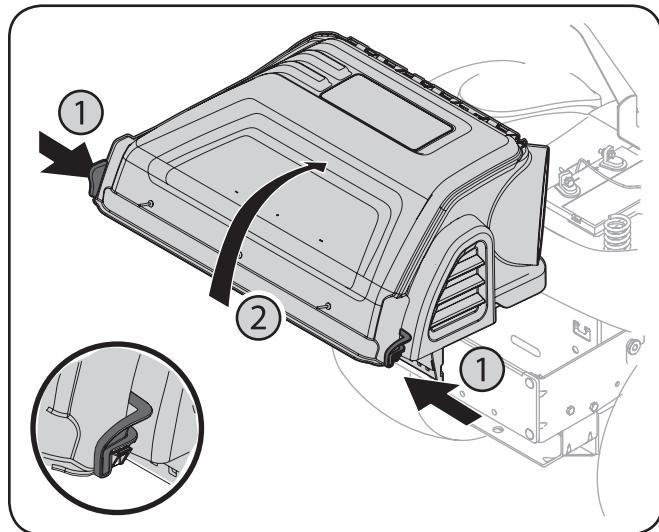

Figure 1
1. Ouvrez le capot du dispositif d'ensachage en appuyant sur l'arrière, la languette du côté droit avec votre main droite, comme illustré au point 1 de la Figure 1 , et relevez le couvercle avec votre main gauche placée sur à l'arrière du centre du couvercle du dispositif d'ensachage.